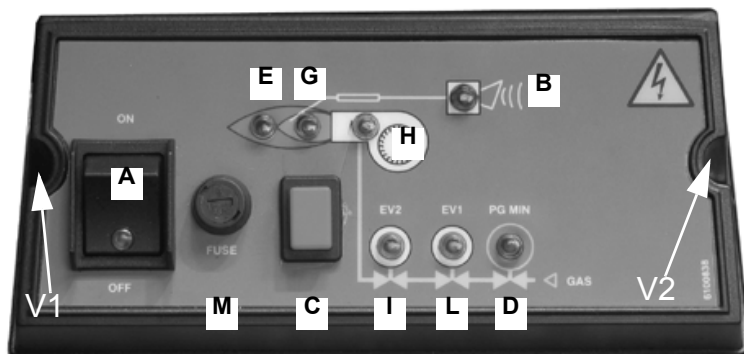

Fig. 40 - Pannello di controllo del bruciatore
### Legenda Fig. 40
- Portare in posizione ON l'interruttore **A** sul pannello di controllo del bruciatore (Fig. 40).